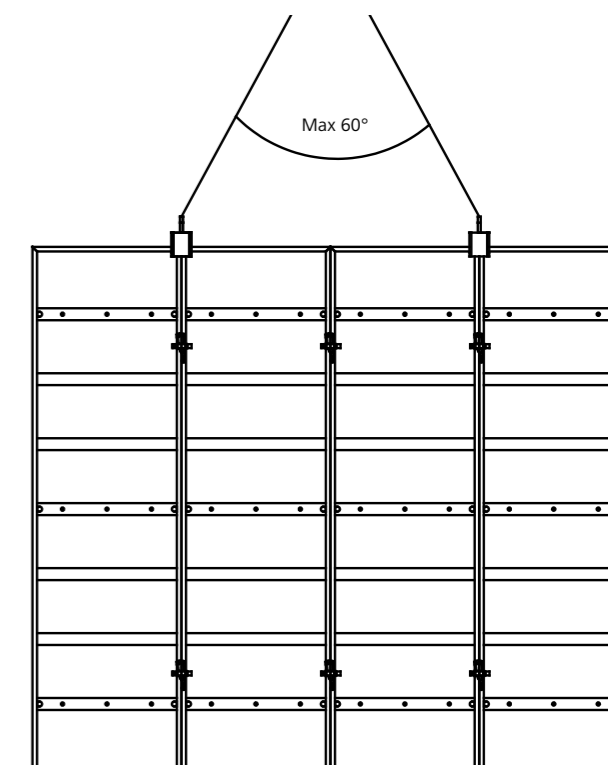
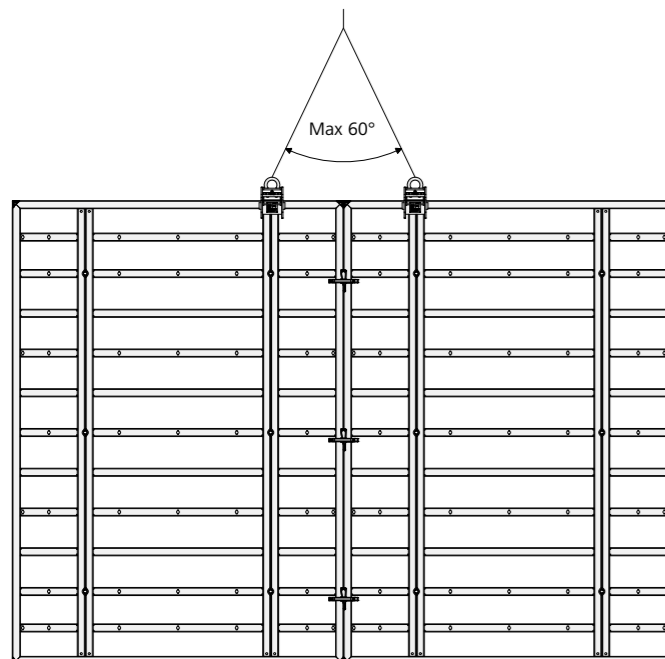

Fig. 2
Fig. 5
Utilisez toujours deux crochets de levage, placés de façon symétrique par rapport au centre de gravité, pour exclure tout risque de glissement (Fig. 2 à Fig. 5).
- Utilisez toujours 2 crochets de levage symétriquement disposés pour le levage (Fig. 2)
Pour le grutage d'un train de banches, posez les crochets de levage au niveau de la jonction de panneaux afin que les crochets ne puissent pas glisser (Fig. 2 et 5). Équipez la charge à lever de cordes pour faciliter le guidage des coffrages vers leur prochaine implantation. L'élingue mise en œuvre sur le chantier doit être choisie en fonction des charges à maintenir.